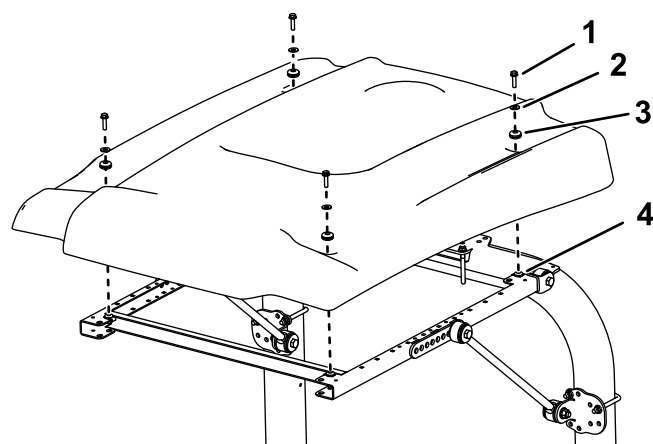

Figura 42
- Alinee los taladros de montaje y posicione el toldo sobre el bastidor, según se muestra en Figura 42.
- Sujete provisionalmente cada esquina del toldo al bastidor con un perno con arandela prensada (5/16" x 1 1/4"), una arandela pequeña y un anillo de goma (Figura 42).